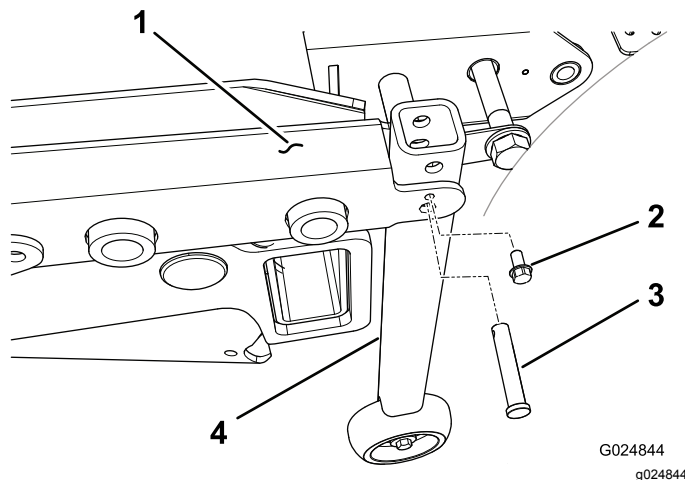

Bild 47
2. Befestigen Sie an Maschinen mit einer Seriennummer, die unter 312999999 liegt, die vertikale Rohrstütze mit einem Lastösenbolzen und einer Blechschrabe ($\frac{1}{4}$ ") an jeder hinteren Kante des Mähwerkrahmens (Bild 47).